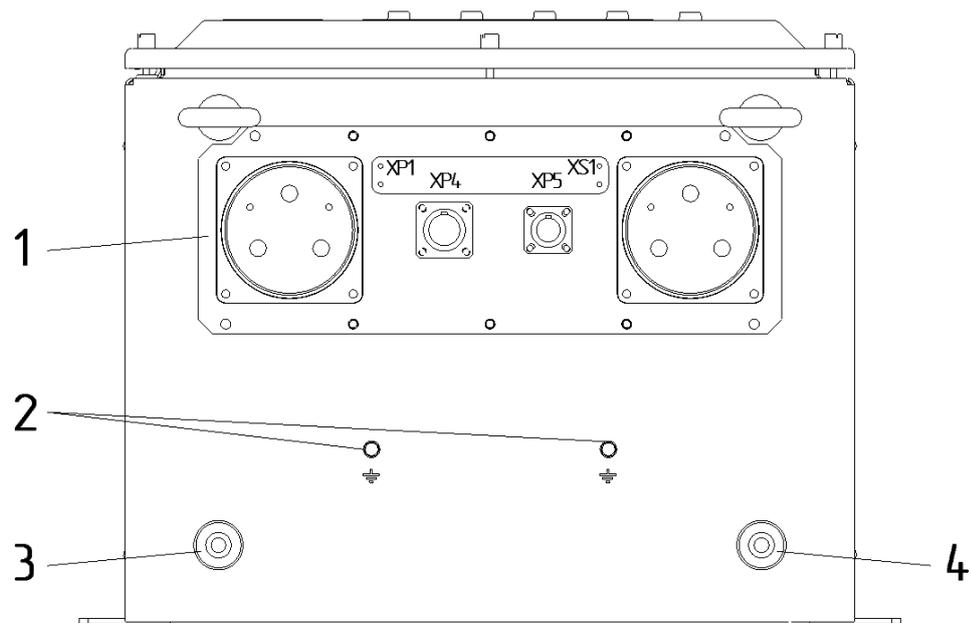

Рисунок 4 – Вид снизу МПЧ-380-30М
1.4.1.4 Подвод питания к МПЧ-380-30М, подключение к корабельной системе управления (КСУ) и к системе охлаждения осуществляются через разъемы, расположенные снизу корпуса МПЧ (см. рис. 4).
1.4.1.6 Охлаждение тепловыделяющих элементов силовых цепей МПЧ-380-30М – водяное. Подключение к внешней системе охлаждения осуществляется через штуцеры, расположенные на днище корпуса МПЧ-380-30М (см. рис. 4).
2.2.2.8 К болту заземления (см. рис. 4) подсоединить провод сечением не менее 6 мм² от заземляющей шины.